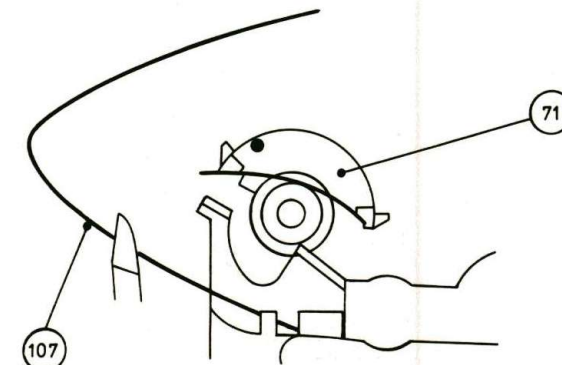

Fig. 5 36929 A12
Let op dat bij montage pos. 71 volgens Fig. 5 gepositioneerd is.
Faire bien attention que lors du montage le rep. 71 soit bien mis selon les indications de la Fig. 5.